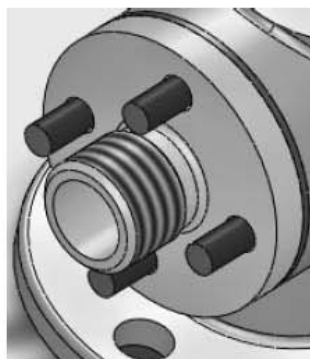

Рис. 6.21. Видимые прокладка и фланец
8. Включите видимость прокладки и фланца (рис. 6.21).